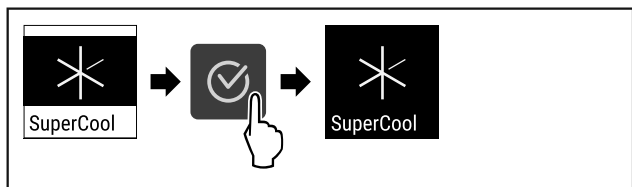

Fig. 73
- ▶ Eseguire i passi (vedere Fig. 73).